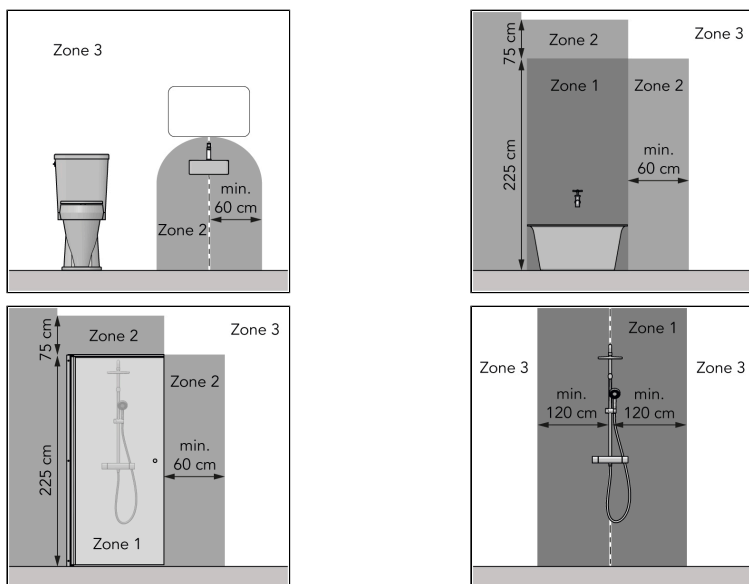

Abbildung 37.
- in Zone 3 eines Toilettenraums oder Badezimmers mit Badewanne, Dusche mit Abschrümung und Dusche ohne Abschrümung, siehe Abbildung 37;